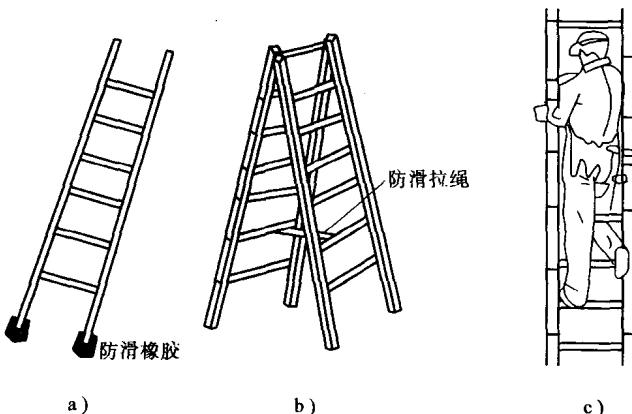

图 1-10 电工用梯
1. 梯子 常用的梯子有直梯和人字梯两种，如图1-10所示。前者通常用于户外登高作业，后者通常用于户内登高作业。直梯的两脚应绑扎橡胶之类的防滑材料；人字梯应在中间绑扎两道防自动滑开的安全绳。在梯上作业时，为了扩大人体的作业活动范围和保证不因用力过度而站立不稳，必须按图1-10所示的姿势站立。